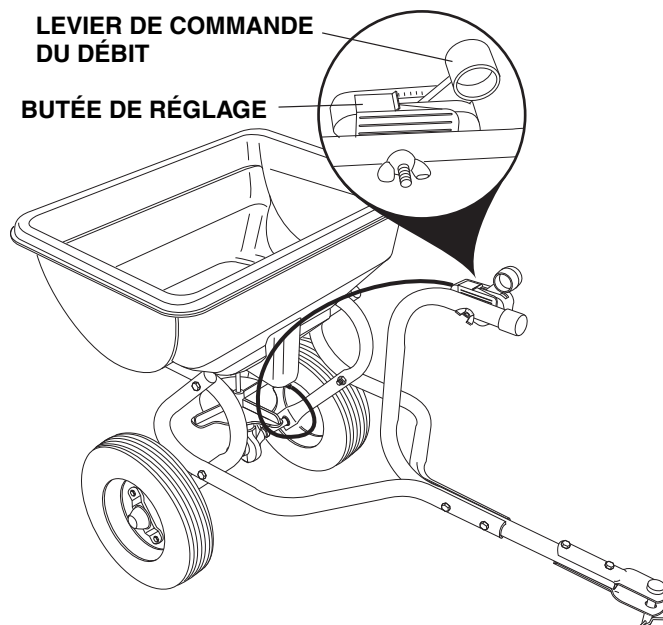

FIGURE 5
2. Glissez la butée d'arrêt réglable sur le réglage désiré et resserrez l'écrou à oreilles. Voir Figure 5.